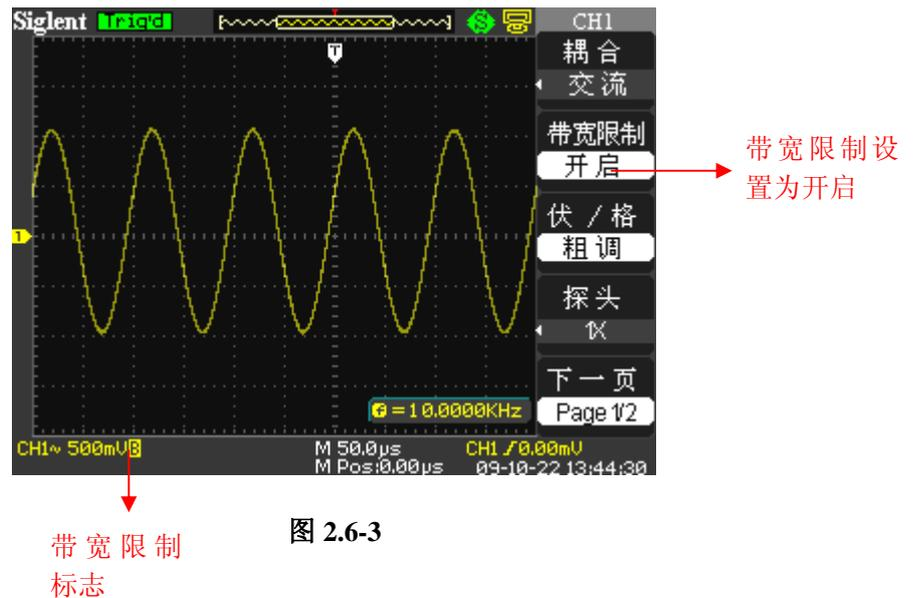

图 2.6-3
- 按“CH1”→“带宽限制”→“开启”，设置带宽限制为开启状态。被测信号含有的大于 20MHZ 的高频分量幅度被限制。如图 2.6-3